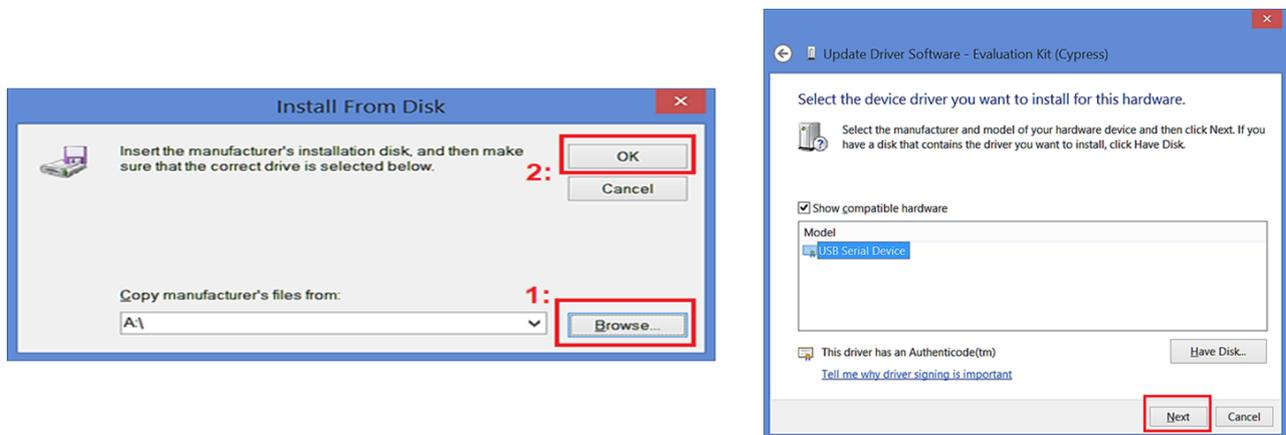

Figure 19. ドライバーの更新 - 5
8. 「参照」を選択し、ダウンロードした inf ファイルを見つけて、「OK」を選択します。古いポップアップウィンドウに戻り、「次へ」を選択してください。(Figure 19)